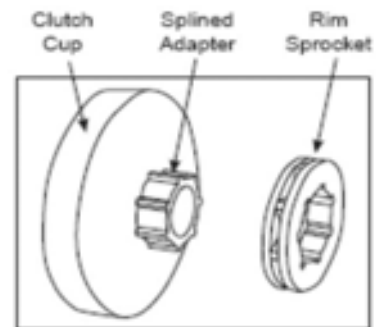

Figure 2
- \* Ett kedjekranssystem (bild 2) består av ett kopplingshus med en notadapter och en kedjekrans. När kedjekransen blir utnött, behöver endast kedjekransen bytas ut. Kopplingshuset och adaptern är likaså komponenter som så småningom måste byteras ut. Dessa håller normalt 3-5 kedjekransar.